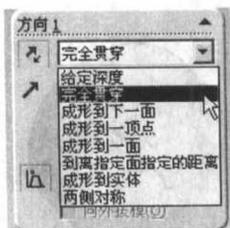

图 1.12 方向参数修改
- (14) 在 PropertyManager 中，在【方向 1】下板的终止条件栏中选择【完全贯穿】，如图 1.12 所示，最后单击确定按钮以生成拉伸切除。